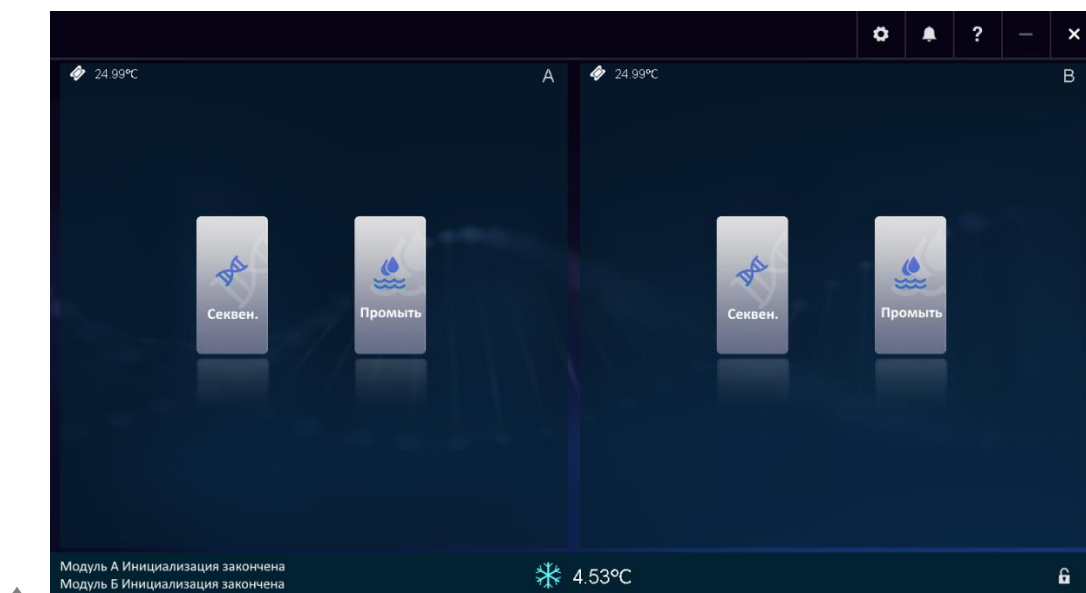

Рисунок 43. Главный экран управляющего программного обеспечения
- ♦ Нажмите на кнопку «Промыть» на главном экране программного обеспечения, чтобы перейти в окно выбора режима промывки (рис. 43).